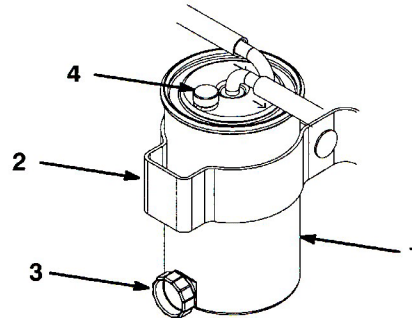

図 48
1. フィルタ・キャニスタを取り付けている周辺をウェスできれいにぬぐう（図48）。
4. フィルタのドレン・プラグとブリーザ・バルブを開く（図48）。